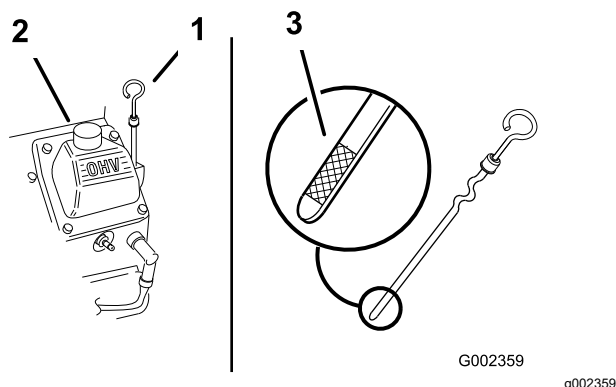

Figure 160
3. Nettoyez la surface autour du bouchon de remplissage et de la jauge d'huile (Figure 160).